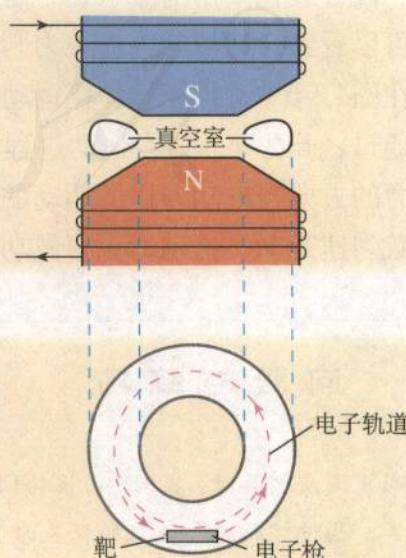

图 4.5-2 电子感应加速器
**例题** 现代科学的研究中常要用到高速电子，电子感应加速器就是利用感生电场使电子加速的设备。它的基本原理如图4.5-2所示，上、下为电磁铁的两个磁极，磁极之间有一个环形真空室，电子在真空中做圆周运动。电磁铁线圈电流的大小、方向可以变化，产生的感生电场使电子加速。上图为侧视图，下图为真空室的俯视图，如果从上向下看，电子沿逆时针方向运动。
在图4.5-2中，磁场方向由下向上。根据楞次定律，为使真空中产生顺时针方向的感生电场，磁场应该由弱变强。也就是说，为使电子加速，电磁铁中的电流应该由小变大。